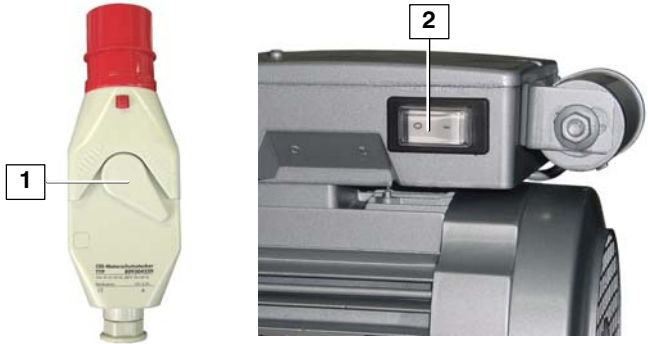

Fig. 34 Disjoncteur-protecteurs
Le moteur est protégé à l'aide de disjoncteurs thermiques qui sont intégrés dans l'interrupteur de Marche-Arrêt. La valeur est préréglée. Le moteur est démarré manuellement à l'aide de l'interrupteur 0 - I sur le moteur (2, Fig. 34). Afin d'assurer la sécurité de l'opérateur, toutes les pièces sous tension ont un couvercle protecteur.
Le moteur est démarré manuellement à l'aide de l'interrupteur-démarreur (1, Fig. 34). Il est arrêté manuellement à l'aide de l'interrupteur (0) ou automatiquement à l'aide d'un disjoncteur thermique.